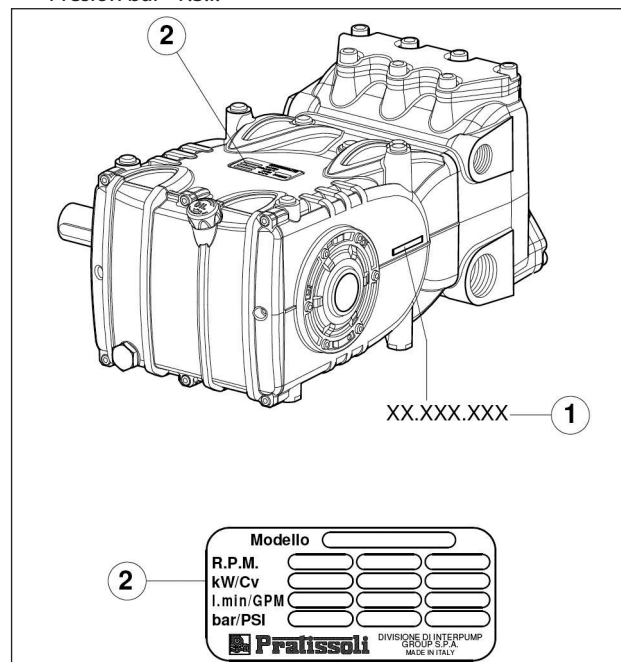

Fig. 1
Todas las bombas tienen su propio N.º de serie XX.XXX.XXX, véase la pos. ① y una placa de identificación, véase la pos. ② de Fig. 1 en la que se indica: